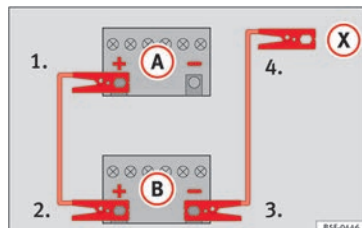

Fig. 86 Schema elettrico per i veicoli non dotati di sistema Start-Stop.
2. Collegare un'estremità del cavo di emergenza *rosso* al polo positivo (+) del veicolo con la batteria scarica (A) » fig. 86.
3. Collegare l'altra estremità del cavo di emergenza *rosso* al polo positivo (+) della batteria che fornisce la corrente (B).
4. *Nei veicoli senza sistema Start/Stop:* collegare un'estremità del cavo *nero* di emergenza al polo negativo (-) del veicolo che eroga la corrente (B) » fig. 86.